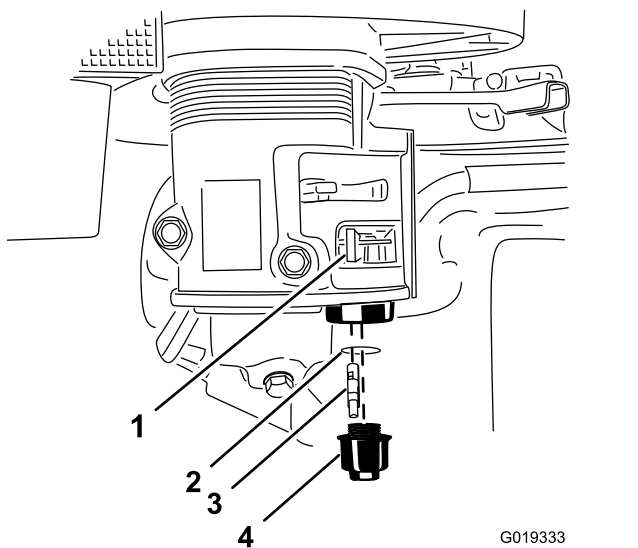

Figura 52
4. Mueva la palanca de la válvula de combustible a la posición de CERRADO, totalmente hacia la izquierda (Figura 52).
5. Desenrosque la taza de sedimentos de combustible (Figura 52).
6. Retire y conserve el filtro de combustible y la junta tórica (Figura 52).
9. Instale el filtro de combustible en la parte inferior del carburador (Figura 52).